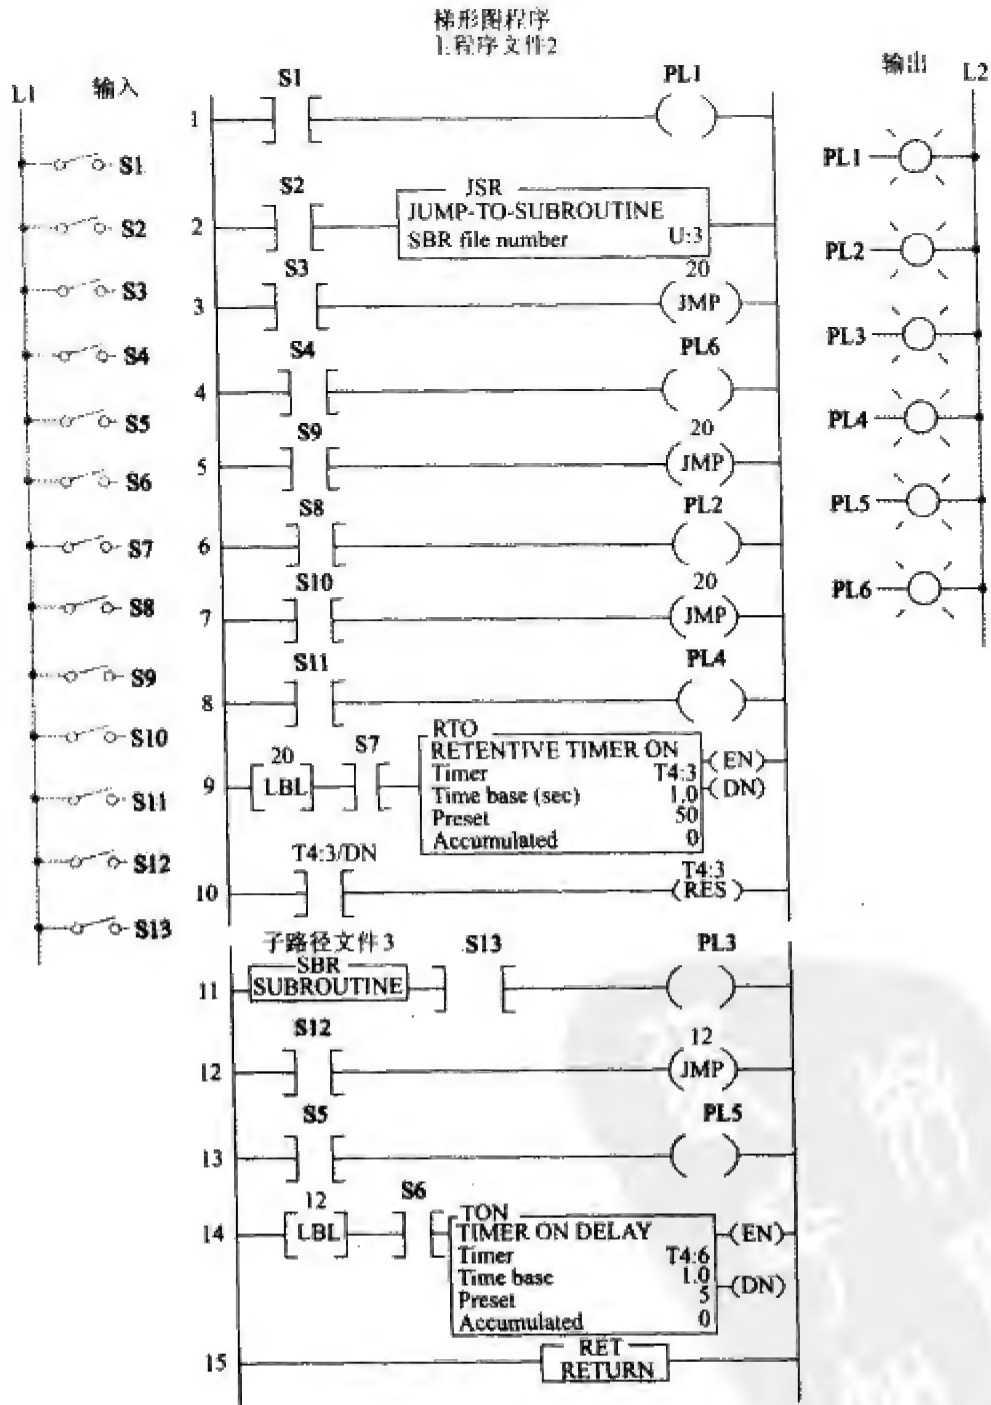

图 9-29
4. 根据图 9-29, 按顺序回答问题。假设在完成每步操作后所有开关都处于断开状态。